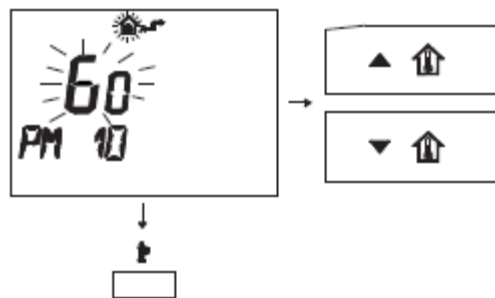

рис. 5.61
- Поменяйте установленное значение с помощью кнопок **☀** или **☀**, и подождите, пока запрограммированное цифровое значение начнёт мигать (рис. 5.61)